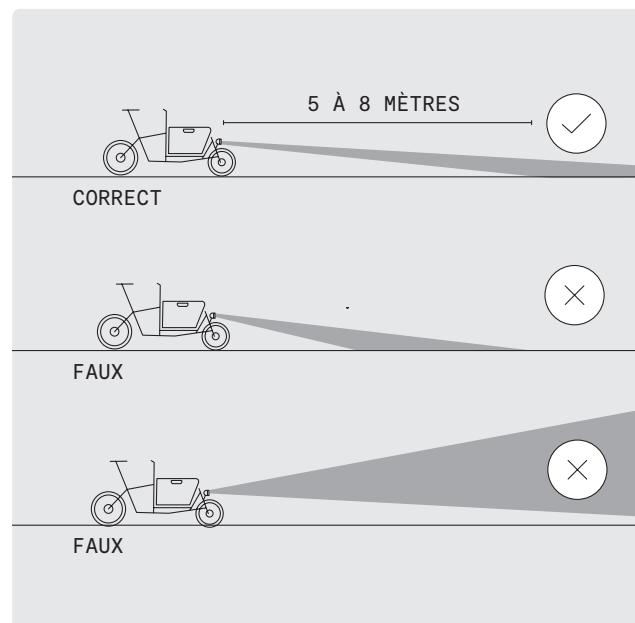

FIG. 51
→ Veuillez à ne jamais orienter le feu de sorte qu'il éclaire vers le haut. (Fig. 51.)
- 2 Orientez le feu de sorte que le cône lumineux atteigne le sol à 5-8 m devant la roue avant (Fig. 51).